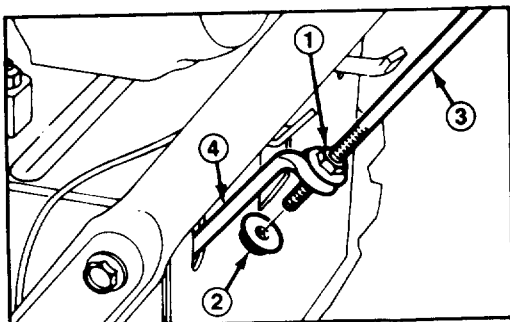
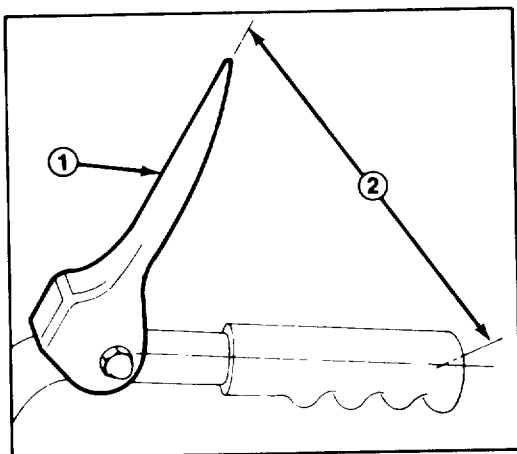

Figure 26
Figure 27
1. Desserrez les écrous de blocage qui fixent la tige de commande de traction supérieure à la tige de commande de traction inférieure (Fig. 26).
2. Réglez l'écrou de blocage supérieur (Fig. 26) jusqu'à ce qu'il y ait un écartement d'environ 6 pouces (15 cm.) entre le centre du mancheron et le bout du levier de commande de traction (Fig. 27).